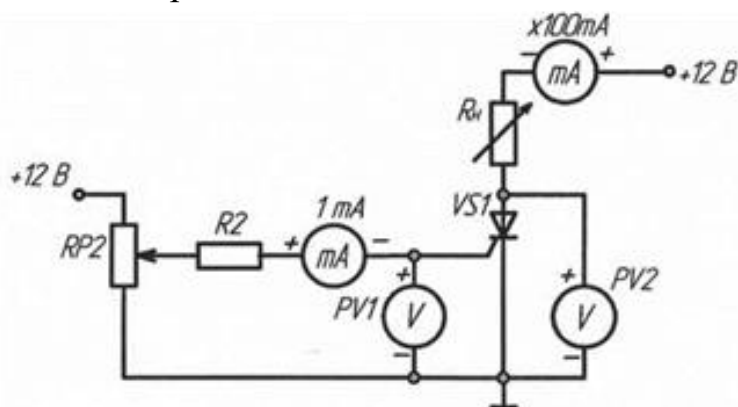

Рисунок 7.1 – Схема для исследования тиристора на постоянном токе
- собрать схему для исследования 1 тиристора на постоянном токе в соответствии с рис. 7.1. Регулятор R_H перевести в положение «0», соответствующее минимальному значению сопротивления.